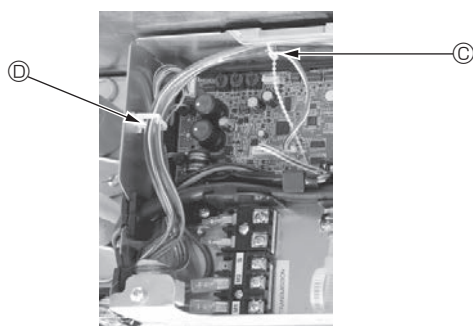
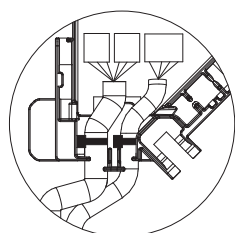

Fig. 5-15
Fig. 5-16
- Placez les excès de fils de jonction du Capteur i-see et du récepteur de signal dans le boîtier des composants électriques dans le crochet pour fils, comme indiqué sur le schéma, et groupez les fils à l'aide de la fixation. (Fig. 5-15) Veillez à ce que le ruban qui maintient les fils de jonction du Capteur i-see et du récepteur de signal soit bien positionné à l'intérieur de la boîte de raccordement. (Fig. 5-16)